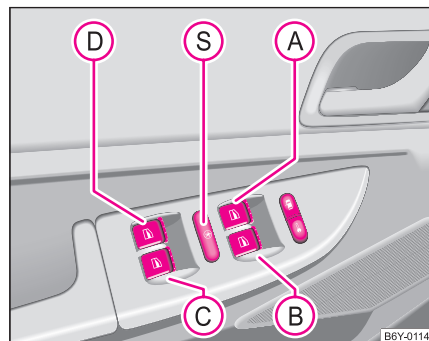

Abb. 29 Schalter in der Fahrertür
Die Schalter für die einzelnen Fenster befinden sich in der Armlehne der Fahrertür ⇒ Seite 49, Abb. 29, Beifahrertür und in den hinteren Türen*.
Sie können durch Drücken des Sicherheitsschalters (S) ⇒ Seite 49, Abb. 29 die Schalter der Fensterheber in den hinteren Türen außer Funktion setzen. Durch wiederholtes Drücken des Sicherheitsschalters (S) sind die Schalter der Fensterheber in den hinteren Türen wieder in Funktion.
- Werden auf den Rücksitzen Kinder befördert, wird empfohlen, die elektrischen Fensterheber der hinteren Türen außer Funktion zu setzen (Sicherheitsschalter) (S) ⇒ Seite 49, Abb. 29.